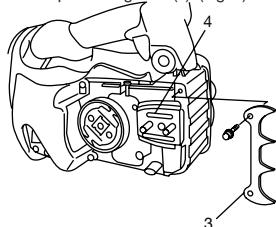

Fig. 2
- * En caso de instalar el empujador dentado (3): quite primero la placa de guía A (4) e instale con dos tornillos el empujador dentado (3) (si está equipado) a la unidad y a continuación vuelva a colocar la placa de guía A (4). (Fig. 2)